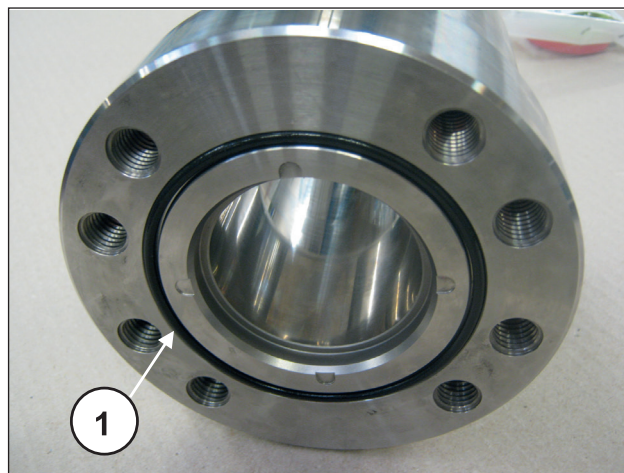
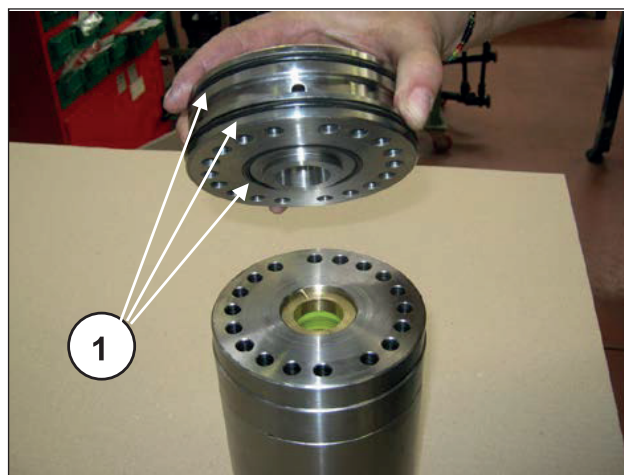

Fig. 179
Fig. 180
Ad ogni ispezione delle valvole sostituire gli anelli di tenuta e i relativi anelli OR di tenuta frontale tra camicia e testata (pos. ①, Fig. 179), e su supporto guarnizione L.P. frontalmente nella zona del foro di ricircolo (pos. ①, Fig. 180). Prima del rimontaggio pulire ed asciugare i vari componenti e tutti i relativi alloggiamenti all'interno della testata.